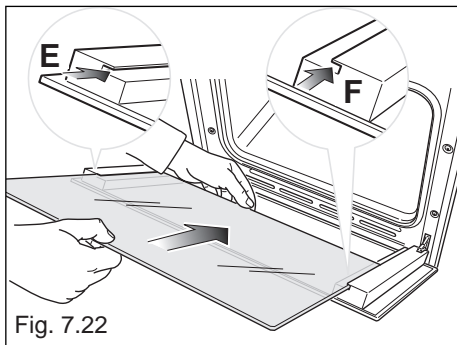
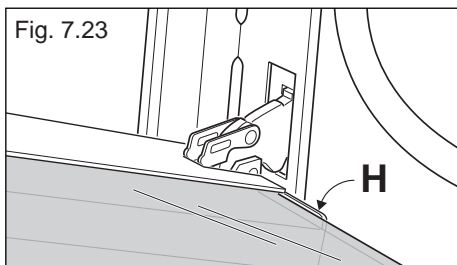

Fig. 7.22
Fig. 7.23
- Insérez la vitre dans les rails de guidage gauche "E" et droit "F" (fig. 7.22) et faites-la glisser en douceur jusqu'aux butées "H" (fig. 7.23).